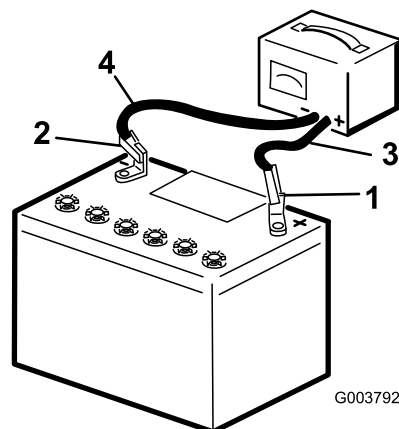

図 46
3. バッテリーのプラス端子にプラスケーブルを接続する 図 46。
4. バッテリーのマイナス端子にマイナスケーブルを接続する 図 46。
6. 充電が終わったら、充電器のプラグをコンセントから抜いてから、充電用のリード線をバッテリー端子から外す 図 46。